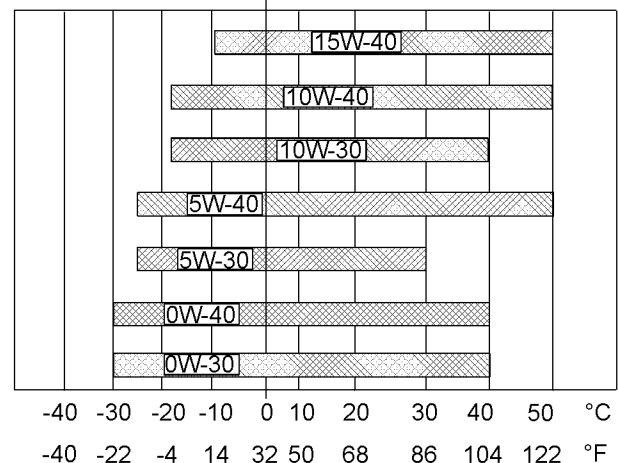

Abbildung 52
Siehe Abbildung 52 (Mindesttemperatur) zur Bestimmung der notwendigen Ölviskosität zum Starten eines kalten Motors.
Siehe Abbildung 52 (Höchsttemperatur) zur Bestimmung der notwendigen Ölviskosität für den Motorbetrieb bei der höchsten zu erwartenden Umgebungstemperatur.
- Siehe die entsprechenden "Schmierstoffviskositäten". Siehe Abbildung 52 zur Bestimmung der für den Motor richtigen Viskositätsklasse.